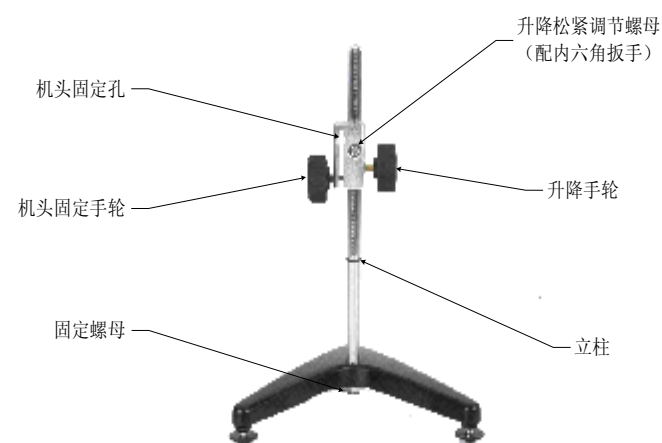

图 2
3、将带齿立柱插入主机底座的圆孔之中，立柱上的齿型面向底座的正前方，用扳手拧紧立柱上的固定螺母，以防立柱转动（见图2所示）。